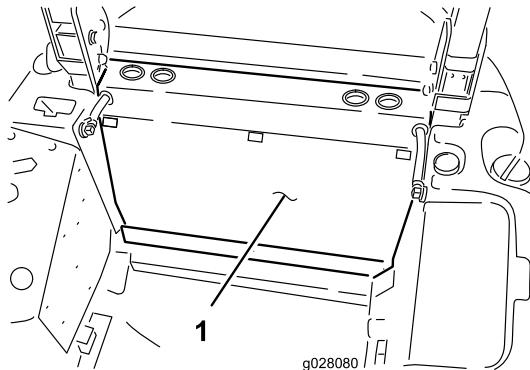

Рисунок 3
4. Снимите 3 быстроразъемных защелки крепления задней панели к раме и снимите заднюю панель (Рисунок 3).